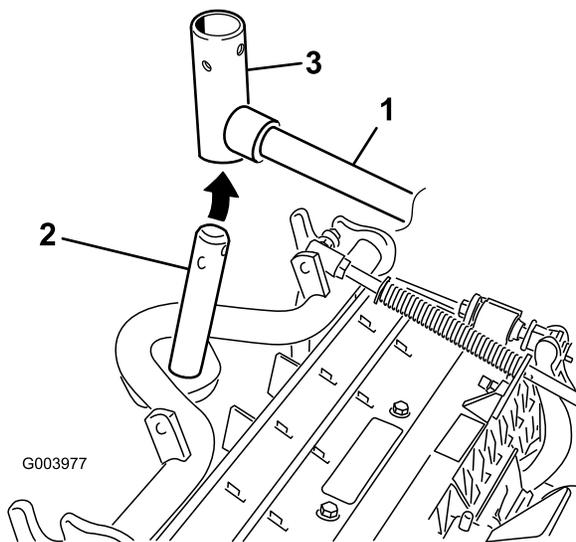

図 8
7. フロントに取り付けるカッティングユニットは、昇降アームの下に入れるときにキャリアフレームのシャフトを立てて昇降アームのピボットヨークに挿入する **図 8**。
B. 昇降アームのヨークをキャリアフレームのシャフトに通す 図 8。